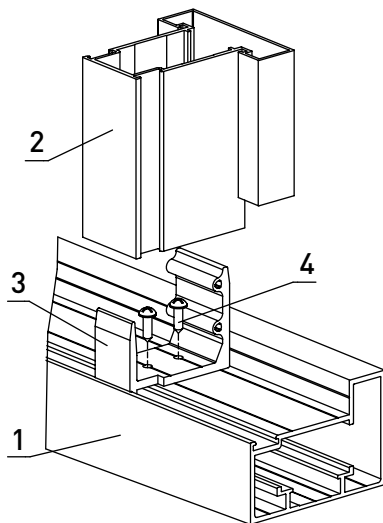

Рис. 70. Установка соединителей под вертикальный разделительный импост (столб)
- установка соединителей под вертикальный разделительный импост (столб) (рис. 70).